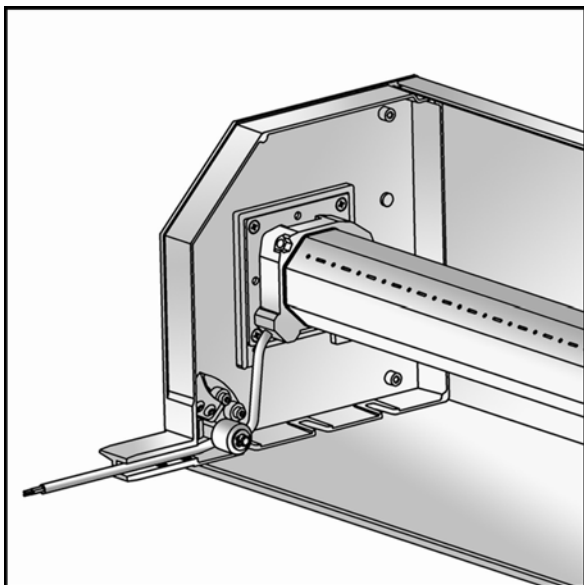
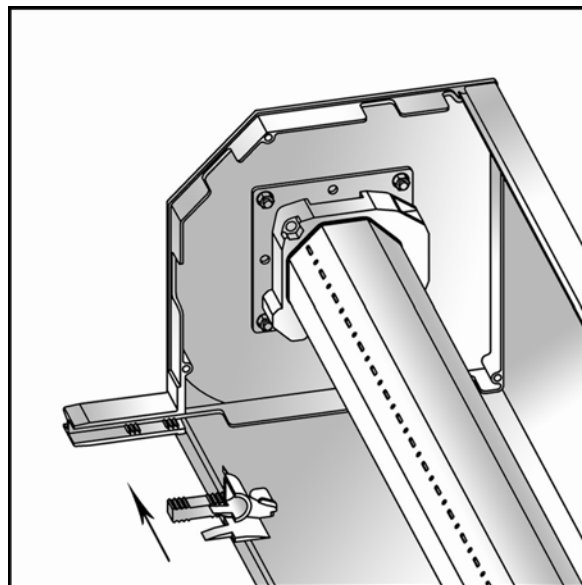

Рис. 2.13
Рис. 2.14
9. При необходимости вывода кабеля электродвигателя в полость шины, кабель заправить в ногу крышки (рис. 2.13). При отсутствии на направляющих шинах отогнутой отбортовки, а в коробе роликов направляющих в крышки установить направляющие устройства (рис. 2.14, 2.15).